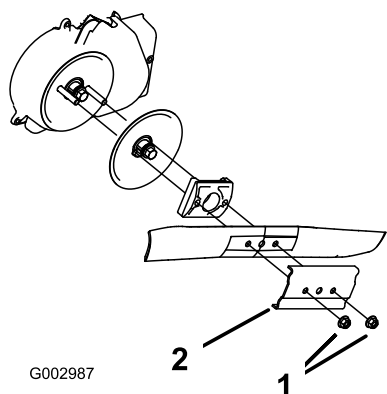

Рисунок 49
3. Отверните 2 гайки крепления ножа и прижим (Рисунок 49).
4. Извлеките нож (Рисунок 49).
5. Установите новый нож (Рисунок 49).